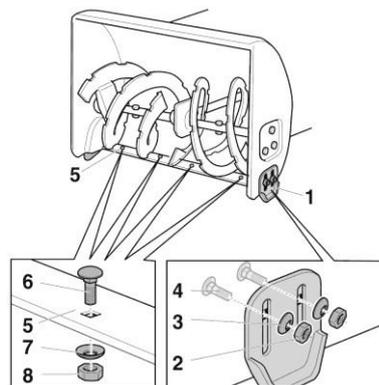

Рис. 11.
Ограничительные башмаки (см. рис.11, поз.1) регулируют расстояние между очищаемой поверхностью и подрезным ножом (рис.11 поз.5) для того, чтобы посторонние предметы (камни, прутья и т.д.) во время работы не попадали в снегозаборник снегоуборщика.
1. Ослабить шестигранные гайки (рис.11.поз.2) крепления ограничительных башмаков с обеих сторон снегозаборника.
3. Затянуть шестигранные гайки (рис. 11.поз.2). При этом оба ограничительных башмака должны касаться всей своей нижней плоскостью поверхности земли (для исключения их неравномерного износа).
При использовании снегоуборщика на ровной поверхности снегозаборник, подрезной нож (см. рис.11, поз.5) и колеса должны находиться на одном уровне. Если подрезной нож установлен слишком высоко, то снег будет отбрасываться под снегоуборщик в процессе его движения. При низкой установке, подрезной нож будет очень быстро изнашиваться.
2. Ослабить гайки (рис.11 поз.8) крепления подрезного ножа.